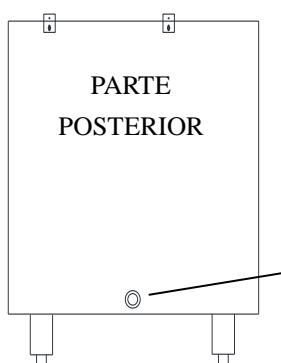

Fig.3
3. Conectar la tubería de la línea de desagüe al punto de conexión en la parte posterior de la unidad (Fig.3).